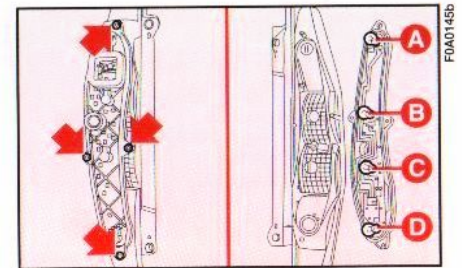

Abb. 30
5) Zum Abziehen des Steckers sind die vier von den Pfeilen angezeigten Befestigungsschrauben zu lösen **Abb. 30**.